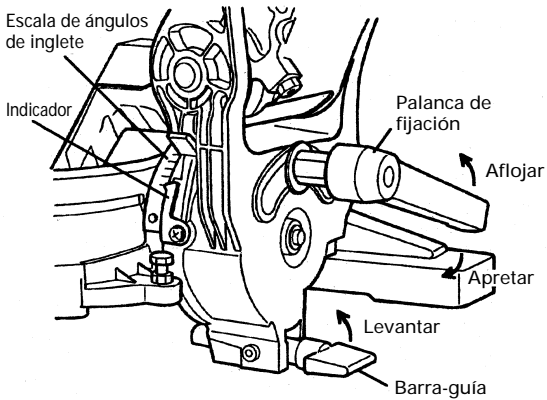

Fig. 23
- (1) Afloje la palanca de fijación e incline la hoja de sierra hacia la izquierda o la derecha. Cuando incline la cabeza del motor hacia la derecha, levante la barra-guía de la manera indicada en la Fig.23.
- (2) Ajuste el ángulo de inclinación hasta el valor deseado observando la escala de ángulos de bisel y el indicador, y después asegure la palanca de fijación.